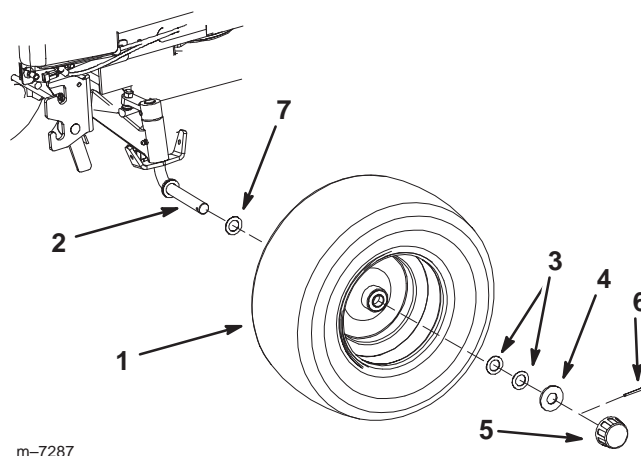

Figure 4
1. Sortez les roues de la caisse (Fig. 4).
2. Montez une rondelle mince (3/4 pouce) sur l'arbre de roue (Fig. 4).
3. Glissez la roue sur l'arbre de roue, la valve dirigée vers l'intérieur (Fig. 4).
5. Insérez une goupille fendue dans l'arbre de roue et repliez les extrémités vers l'extérieur (Fig. 4).
6. Poussez le couvre-moyeu au bout de l'arbre de roue pour l'enclencher sur la rondelle (Fig. 4).